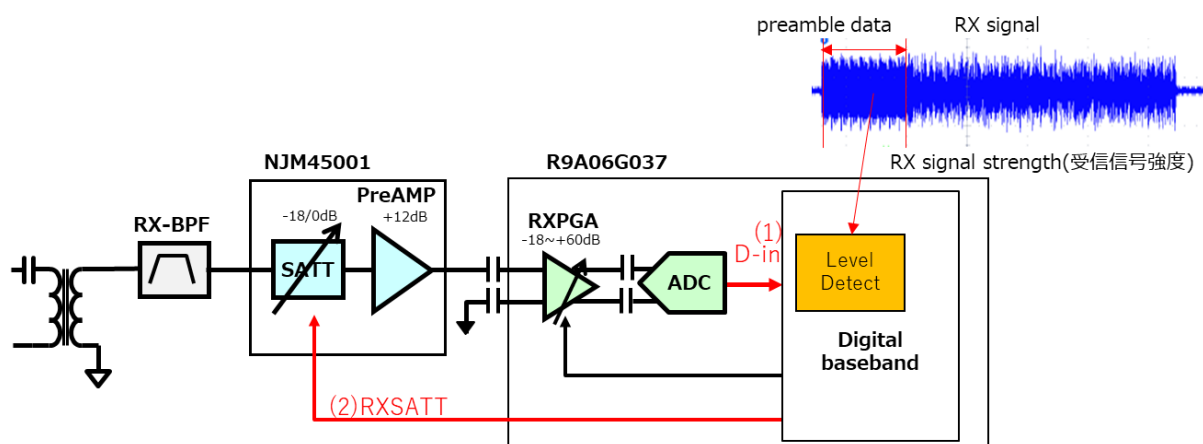
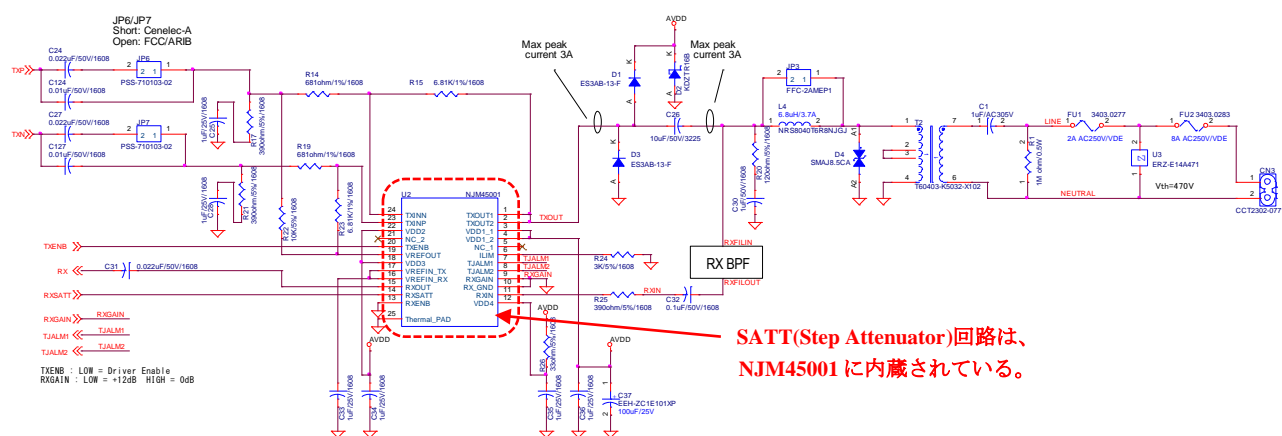

Figure 3-9 Step Attenuator (SATT)の制御方法
Figure 3-10 Step Attenuator (SATT)の回路例
- SATT の制御方法について、Figure 3-9 に示します。
(1) 受信 preamble データを使用して、デジタルベースバンド部のレベル検出機能で ADC 出力の信号強度が受信回路で飽和する信号レベルを超えているか否かを判定します。
(2) 受信回路で飽和する信号レベルを超えていた場合に、RXSATT 信号を 0 から 1 に切替えて、SATT の利得を 0dB から -18dB に切り替えることで受信信号を減衰させます。
- PLC ボードに搭載される SATT 回路例を Figure 3-10 に示します。